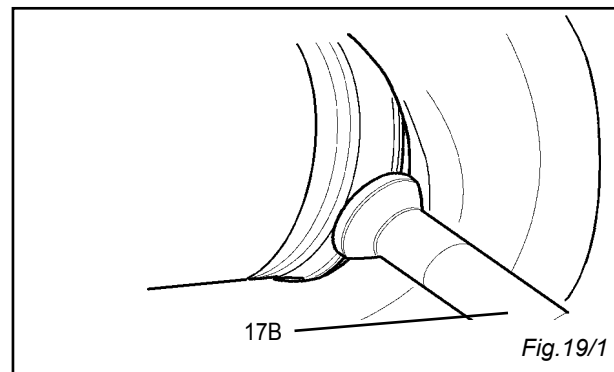

Fig. 19/1
9) Continuare nella spinta del pneumatico fino alla completa fuoriuscita dal cerchio nella parte esterna. (Fig. 19/1)
- 9) Go on pushing the tyre until the rim comes completely out (fig.19/1)
- 9) Продолжайте воздействовать на шину пока она полностью не сойдет с диска с внешней стороны. (Рис. 19/1)
- 9) Den Reifen fortdrücken, bis er sich von Außenseite der Felge abtrennt (Abb. 19/1)